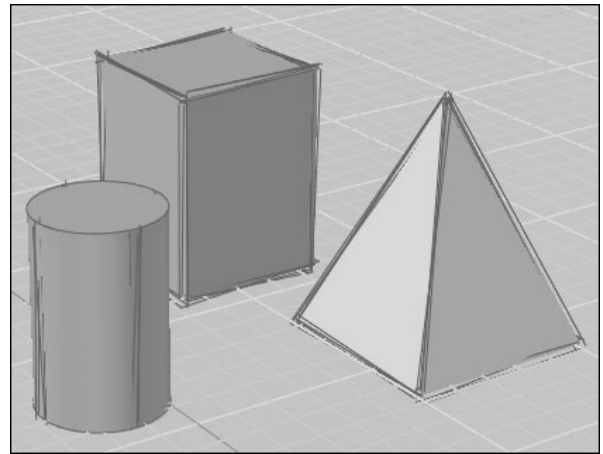

Fig.22.13
- ▶ **Bouton Créneler et Paramètre** (Jitter) : donne l'apparence d'une esquisse aux lignes (fig.22.13). Les paramètres sont Faible, Moyen et Elevé ; ils peuvent être désactivés. Ce bouton permet d'activer et de désactiver l'effet de crénelage. Lorsqu'il est activé, vous pouvez modifier le paramètre.